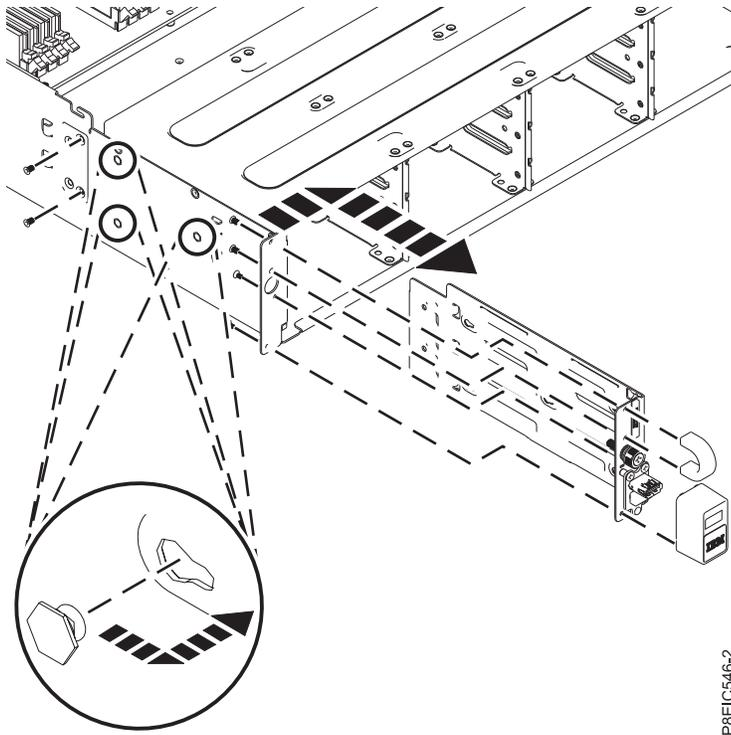

Figure 108. Retrait de l'ensemble carte et cordon USB avant
5. Retirez les quatre vis qui permettent de fixer le panneau et la poignée USB à l'ensemble USB avant, comme illustré dans la figure 108, à la page 100.
6. Retirez les deux vis qui permettent de fixer l'ensemble USB au côté du châssis, comme illustré dans la figure 108.
7. Tirez l'ensemble USB vers l'avant, puis détachez-le des broches sur le côté du châssis, comme illustré dans la figure 108.